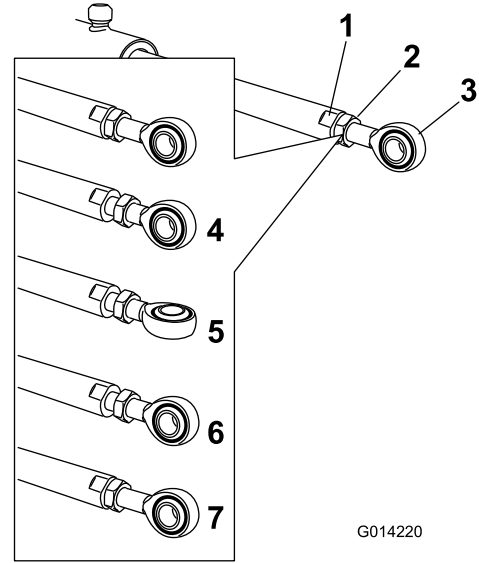

图14
5. 在提升器杆的平整侧用扳手进行固定，然后松开锁紧螺母，使孔眼杆可以调整（图14）。
6. 转动提升器杆上的孔眼杆，将延伸的提升器缩短或延长至所需的位置（图14）。